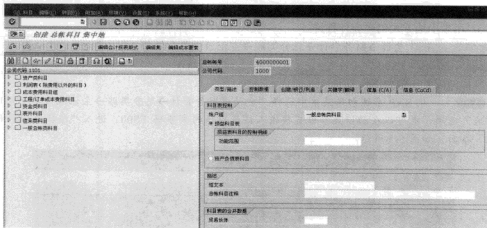

图 5-8 编辑科目属性
STEP 5 科目创建后,可以在图 5-8 所示的界面中对所创建的科目属性进行编辑,例如选择“账户组”、“损益科目表”等。将属性信息填写完毕,单击“”按钮,用户新创建的科目即可出现在左边的导航树中。